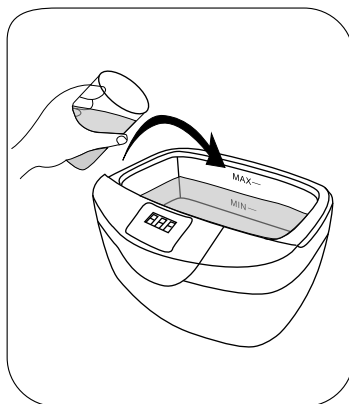

Fig.9
- 2►** Coloque **água filtrada** até o nível **MAX** indicado na cuba (equivalente a 2,1 litros - Fig.9, pág.12). Nunca utilizar este aparelho sem água na cuba de inox, isso causará a queima instantânea do aparelho e perda da garantia;